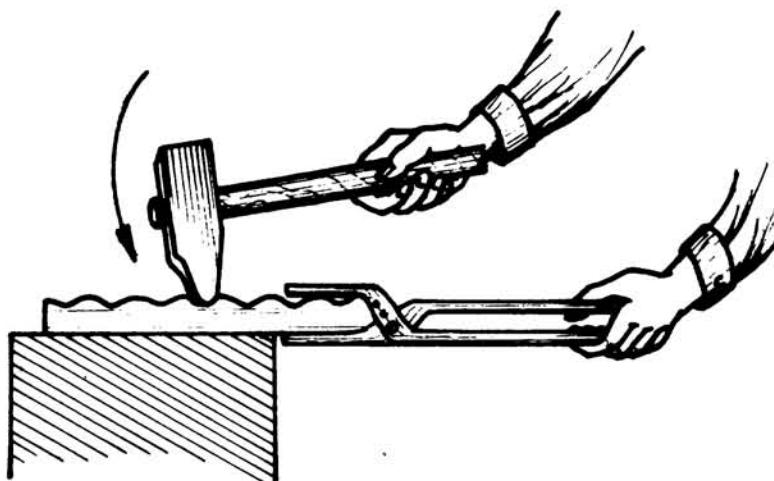

Fig. 1
- ___ c Lleve el material al yunque. Mientras sujeta la tenaza con una mano, con la otra aplique golpes sucesivos con un martillo de pena longitudinal (fig. 1).